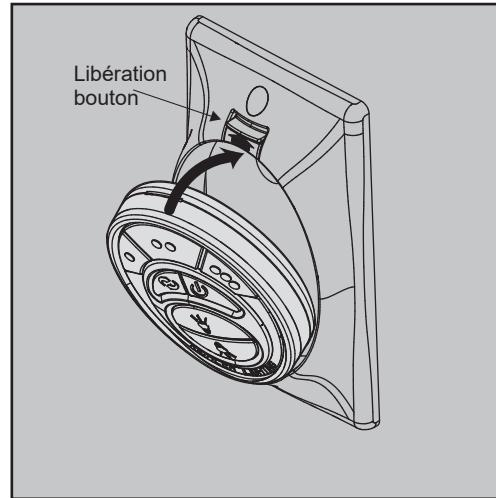

Fig. 25
**Étape 1.** Insérez l'émetteur dans la plaque murale en insérant d'abord le bas de l'émetteur, puis appuyez sur le haut de l'émetteur dans la poche. L'émetteur fonctionnera pleinement à partir de cet emplacement ou vous pourrez le retirer et l'utiliser comme appareil «portable». (Fig. 25)